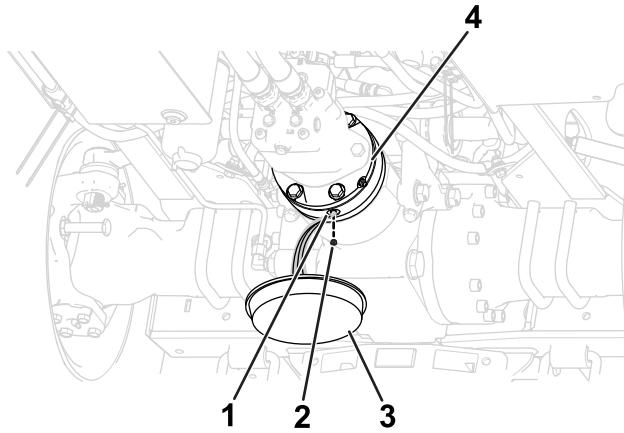

Figure 103
2. Retirez le bouchon de vidange de l'orifice de vidange (Figure 103).
4. Remettez le bouchon de vidange dans l'orifice de vidange (Figure 103).
1. Placez un bac de vidange sous le frein hydraulique (Figure 103).